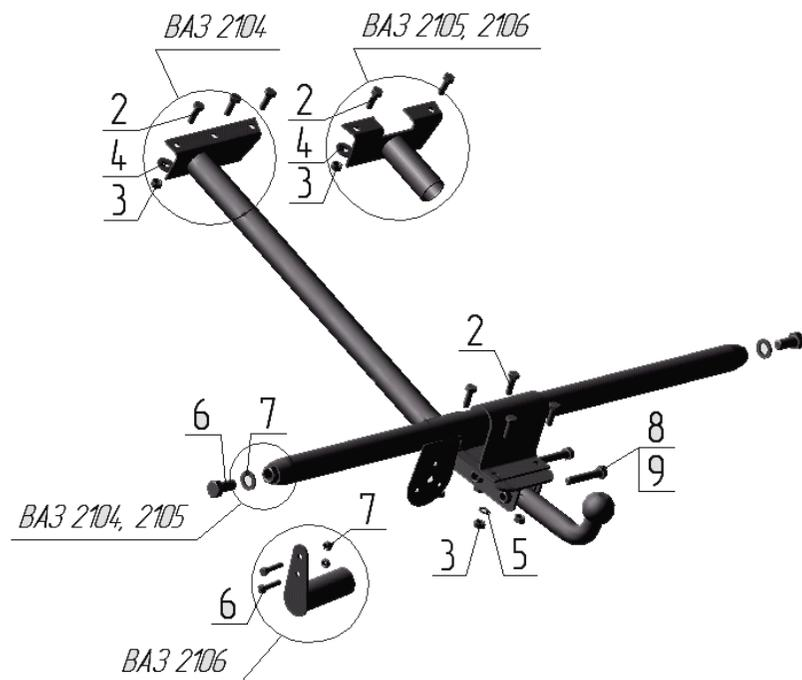

Рисунок 1.
- VAZ 2104, 2105 - к буксировочным проушинам а/м с помощью болтов поз. 6 (см. рисунок 1);